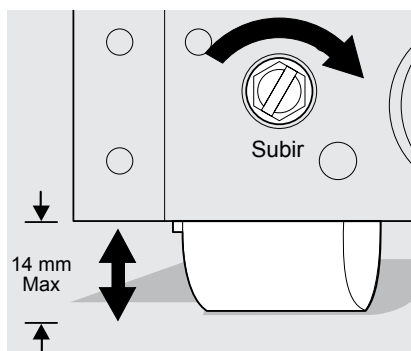

Figura 2
2. Utilice un destornillador de cabeza plana o llave de cubo de $\frac{3}{8}$ pulgadas para levantar o bajar los rodillos frontales (Figura 2). No levante la cabina más de $\frac{9}{16}$ pulgadas.